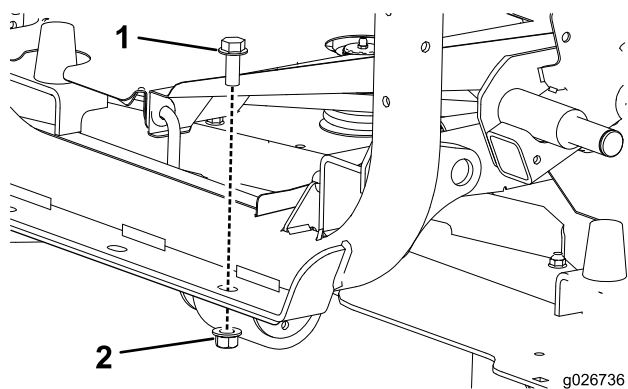

Figura 6
1. Sul lato destro della macchina, rimuovete il dado e il bullone che fissano il telaio posteriore al telaio anteriore (Figura 6).